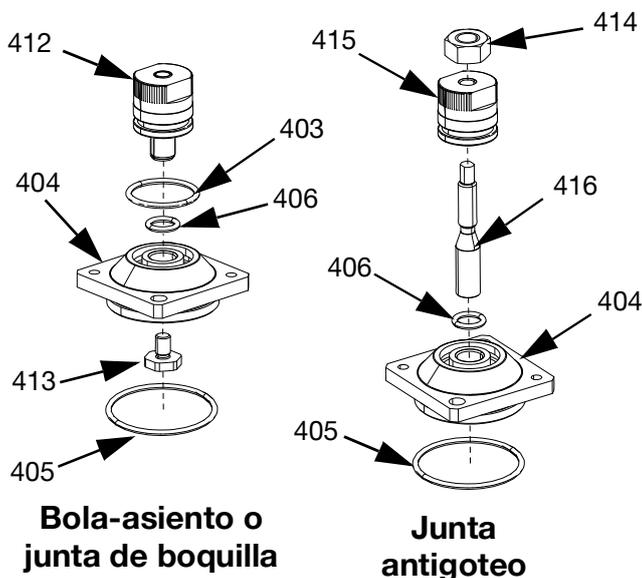
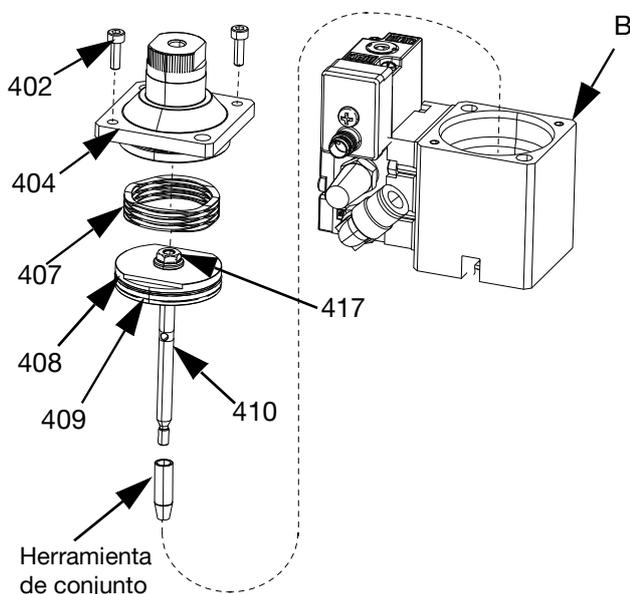

FIG. 21
FIG. 22
1. Para montar la tapa del cilindro de aire (404) en válvulas con bola-asiento o junta de boquilla:
- a. Instale la junta tórica (403) en el conjunto de la perilla (412). Coloque la junta tórica (406) en la tapa del cilindro de aire (404). See FIG. 21.
- b. Engrase la junta tórica (403) en el conjunto de la perilla (412) y enrósquela en la tapa del cilindro de aire (404). Consulte la FIG. 21.
- c. Aplique el adhesivo anaeróbico azul suministrado a las roscas de tope del ajustador (413) y atorníllelo en el conjunto de la perilla (412). Apriete a un par de 0,90-1,2 N•m (8-10 lb-pulg.). Consulte la FIG. 21.
2. Para montar la tapa del cilindro de aire (404) en válvulas con conjuntos de boquillas antigoteo:
- a. Instale la junta tórica (406) en la tapa del cilindro de aire (404). Inserte el adaptador de eje (416) en la tapa del cilindro de aire (404). Consulte la FIG. 21.
- b. Instale la junta tórica (405) en la tapa del cilindro de aire (404). Consulte la FIG. 21.
- c. Enrosque el conjunto de la perilla (415) y la contratuerca (414) en el adaptador de eje (416). Consulte la FIG. 21.
3. Para montar la sección de aire (B) en válvulas con conjuntos de junta de bola-asiento o de boquilla:
- a. Cambie la junta tórica del pistón (408) si está arañada, cortada o desgastada. Consulte la FIG. 22.
- b. Aplique la herramienta de montaje en la punta del eje de pistón (410), e insértela en la sección de aire (B). Consulte la FIG. 22.
- d. Coloque el muelle (407) en la parte superior del pistón (409). Consulte la FIG. 22. Vuelva a colocar la tapa del cilindro de aire (404) e inserte los tornillos (402). Presione hacia abajo la tapa del cilindro de aire (404) para comprimir el muelle (407). Apriete a un par de 0,90-1,12 N•m (8-10 lb-pulg.).